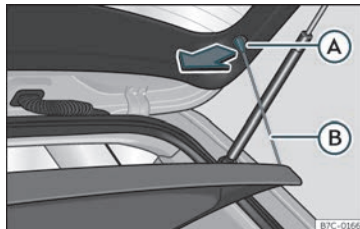

Fig. 104 Na bagageira: desmontar e montar a bandeja.
- Desengate os tirantes de fixação >>> **Fig. 104** (B) dos alojamentos (A).
- Engate os tirantes de fixação >>> **Fig. 104** (B) na porta da bagageira.